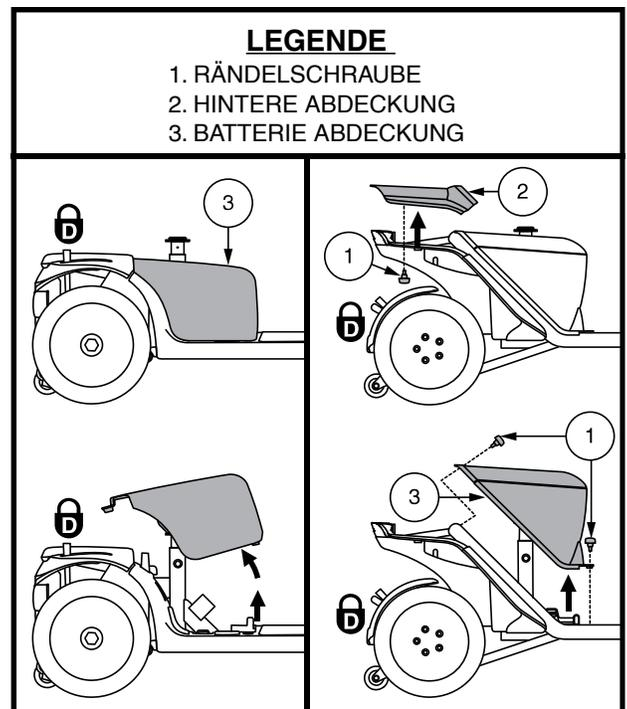

Abb. 13. Entfernung/Ersetzung der Abdeckung
- Entfernen Sie den Sitz und die hintere Abdeckung. **Siehe Abb. 13.**
- Für modellen 614 und 714, entfernen Sie die Batterie Abdeckung indem Sie die zwei (2) Rändelschrauben, die es am Scooter Rahmen befestigen, abschrauben und die Abdeckung hoch und vom Scooter heben. **Siehe Abb. 13.**
- Für modellen 614 und 714, entfernen Sie die Batterie Abdeckung indem Sie die vier (4) Rändelschrauben, die es am Scooter Rahmen befestigen, abschrauben und die Abdeckung hoch und vom Scooter heben. **Siehe Abb. 13.**